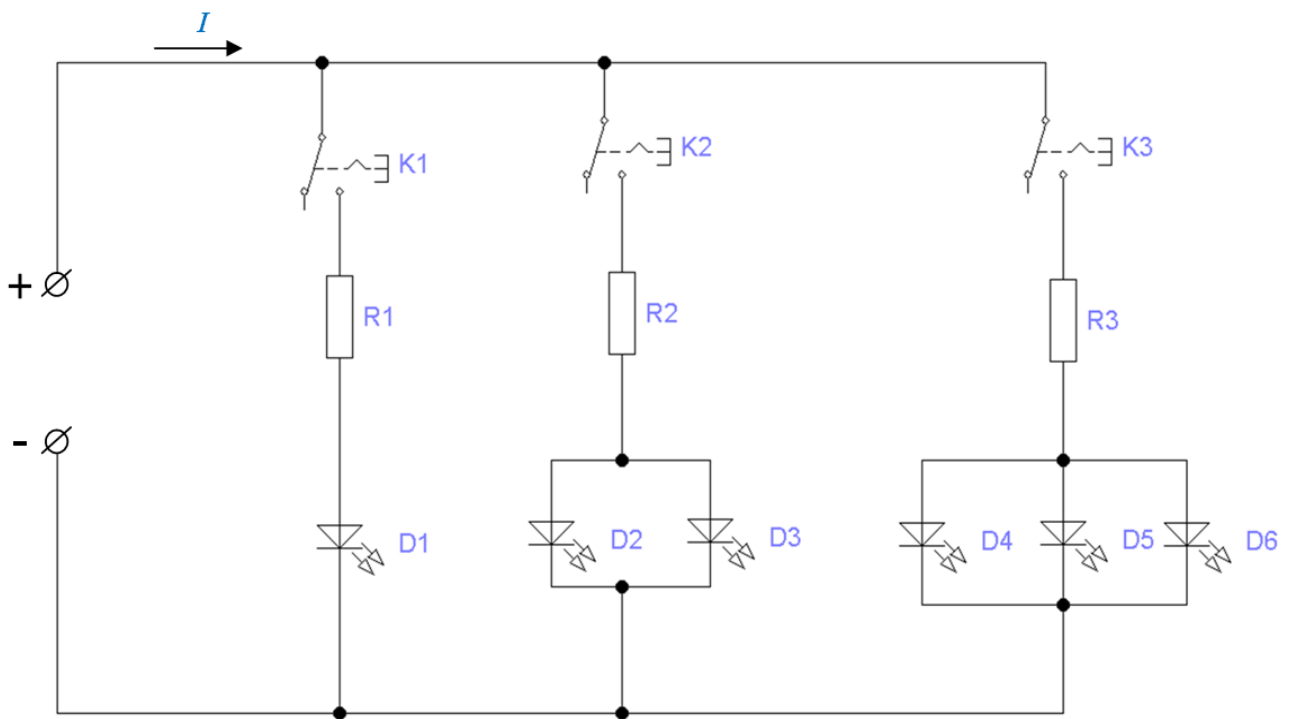

Рисунок 1.
1. Дополните схему (рис.1) элементами, которые необходимы для работы цепи в трех режимах: при установлении напряжения на блоке питания 6В и замыкании ключа (кнопки) К1, остальные ключи (кнопки) разомкнуты, загорается зеленый светодиод D1; при установлении напряжения на блоке питания 9В и замыкании ключа (кнопки) К2, остальные ключи (кнопки) разомкнуты, загораются два зеленых светодиода D2 и D3; при установлении напряжения на блоке питания 12В и замыкании ключа (кнопки) К3, остальные ключи (кнопки) разомкнуты, загораются красные светодиоды D4, D5, D6.